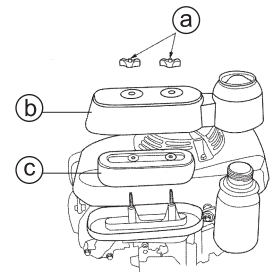

Fig. 30
9.5 Filtre à air (Voir Fig. 30)